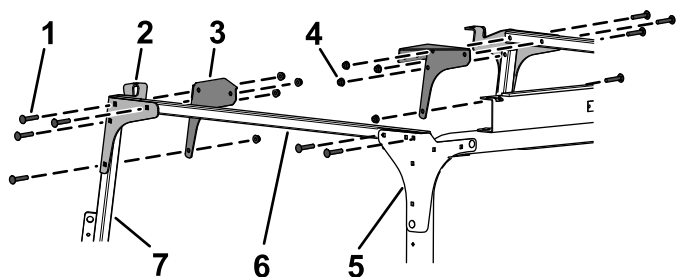

Рисунок 29
7. Установите, не затягивая, поперечные трубы на задние монтажные кронштейны и задние угловые вставки, используя 4 каретных болта (5/16 x 1-3/4 дюйма) и 4 фланцевые гайки (5/16 дюйма), как показано на Рисунок 29.
8. Установите, не затягивая, передние монтажные кронштейны и передние угловые вставки на поперечные трубы и опоры ветрового стекла, используя 8 каретных болтов (5/16 x 1-3/4 дюйма) и 8 фланцевых гаек (5/16 дюйма), как показано на Рисунок 29.